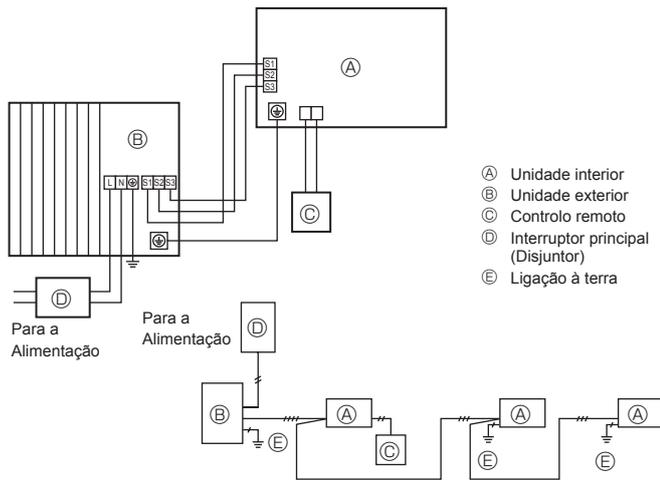
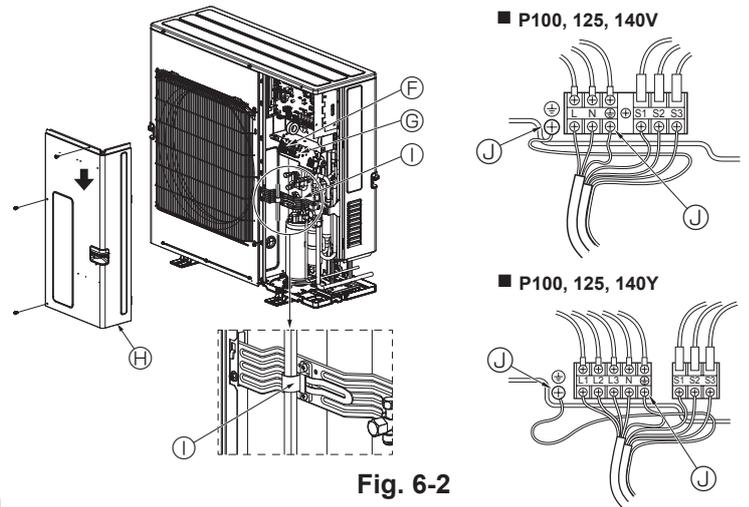

Fig. 6-1
Fig. 6-2
### 6.1. Outdoor unit (Fig. 6-1, Fig. 6-2)
- ① Remova o painel de manutenção.
- ② Ligue os cabos consultando a Fig. 6-1 e a Fig. 6-2.